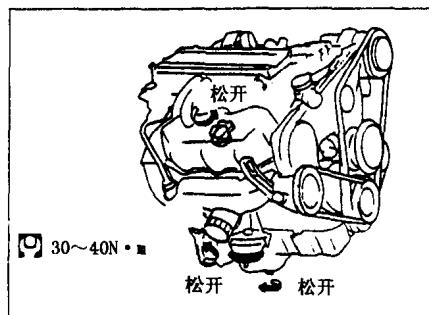

图1-19
(1) 预热发动机，检查发动机部件是否漏油。
(2) 卸下放泄塞和注油盖，见图1-19。